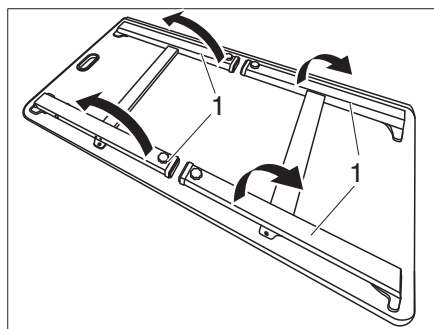
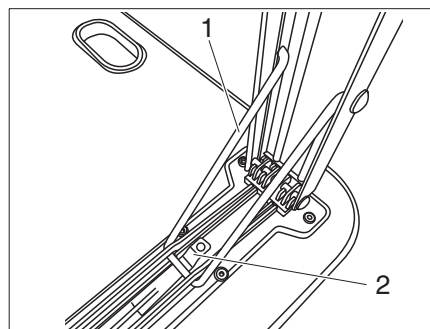

Figure 32 Dessous de la table
Figure 33 Dispositif de verrouillage
- Remonter tous les pieds de table (Figure 32, 1) jusqu'à ce que les étriers (Figure 33, 1) s'engagent dans les dispositifs de verrouillage.
- Appuyer sur le cran (Figure 33, 2) et déplacer les pieds de table (Figure 32, 1) vers le bas.